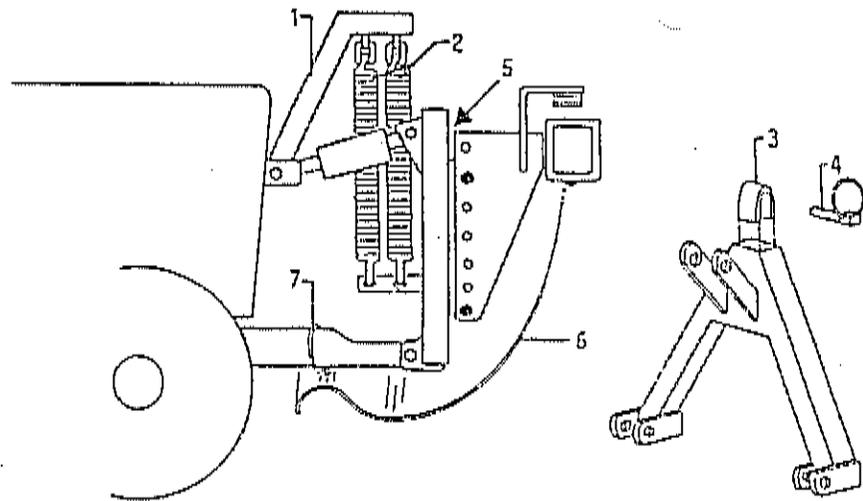

Bild 3
Bei den TFL, bei denen das Winkelgetriebe und die Gelenkwelle unter der Schutzhaube liegen, muß entsprechend Bild 3 die mittlere Schutzplatte (6) mit dem Gummiexpander (7) an den Unterlenkern straff nach hinten hochgehängt werden.